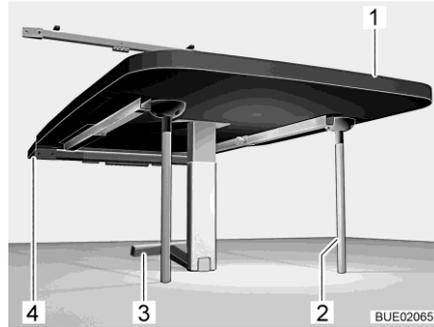

Fig. 134 Table suspendue pour sommier de lit
- Soulever le plateau de table (Fig. 134,1) à l'avant.
- Rabattre la partie inférieure du pied d'appui à joint (Fig. 134,3) de 90°.
- Placer deux pieds d'appui supplémentaires (Fig. 134,2) dans les fixations sur la partie inférieure du plateau de table.
- Mettre la table en place dans la baguette de support inférieure (Fig. 134,4) et la verrouiller.